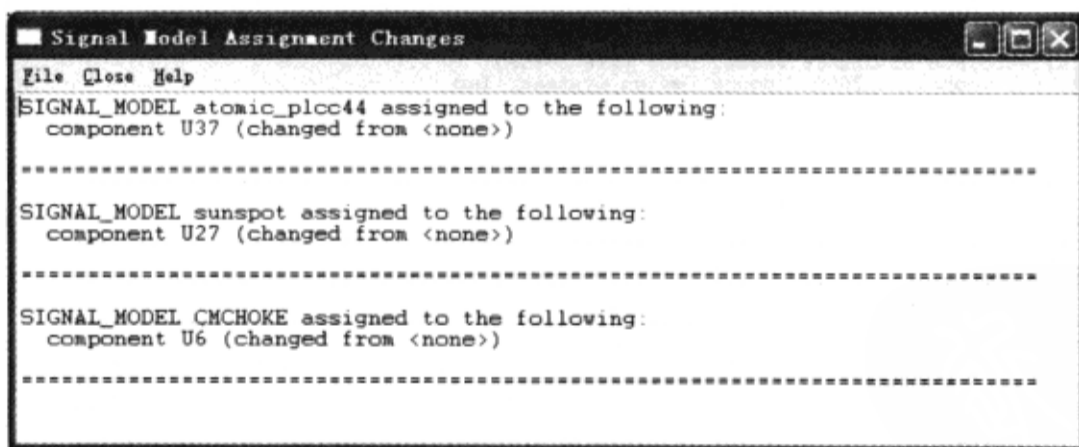

图 6-3-22 “Signal Model Assignment Changes”窗口
(4) 重复前面的步骤，为 ATOMIC\_TRAC-1 和 CMCHOKE-5 分配模型。
(5) 单击“OK”按钮，关闭“Signal Model Assignment”对话框→弹出“Signal Model Assignment Changes”窗口，如图 6-3-22 所示。